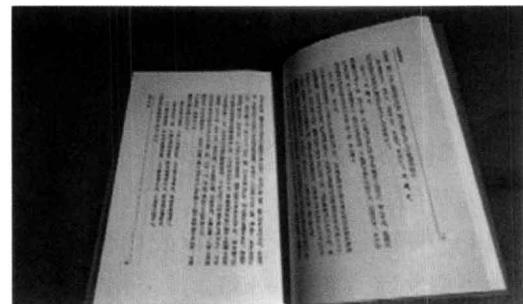

图1-8 右开本
(3) 右开本 字符由上而下竖向排列成行，字行从右向左，翻阅时向右面翻开（图1-8）。